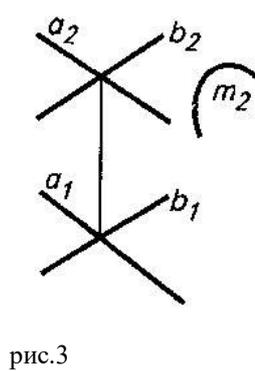

рис. 3
3. В плоскости ABC найдите точку M, удалённую от плоскости Π_1 на расстоянии 30мм, а от плоскости Π_2 на 40мм (рис. 3).